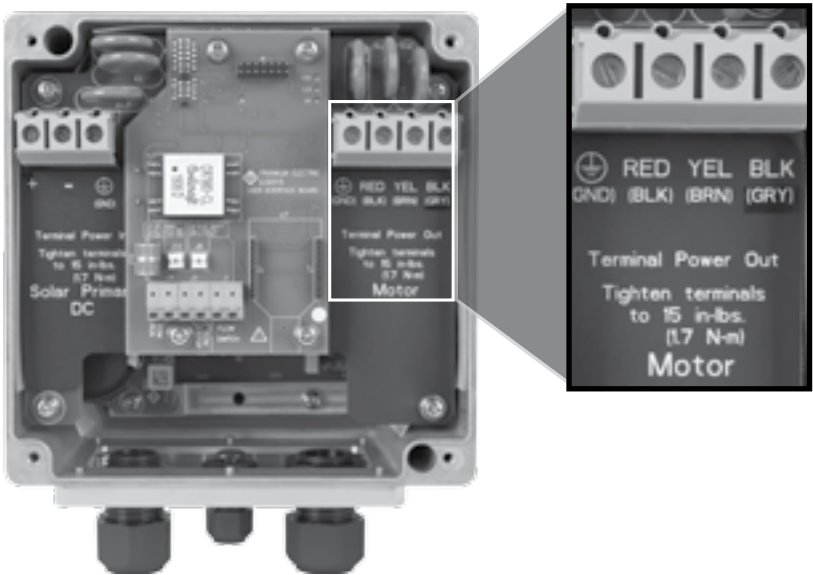

Figura 6: Conexión de cableado del motor
1. Conecte los cables desde el montaje de la bomba/motor al bloque terminal etiquetado “MOTOR” y marcado BLK, GND, RED, y YEL (Figura 6). (Especificación de par de torsión: 15 libras-pulg/1,7 N-m). (Utilice únicamente conductores de cobre. Nominal de 75 ° C como mínimo.)